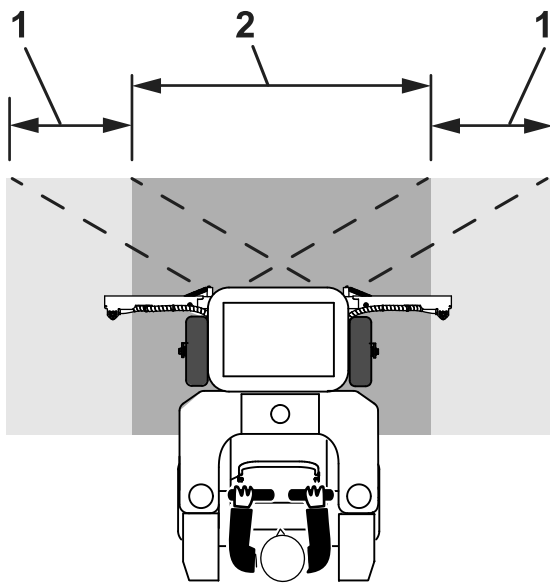

Figura 44
- No solape la zona de fumigación efectiva que ya ha fumigado (Figura 44).